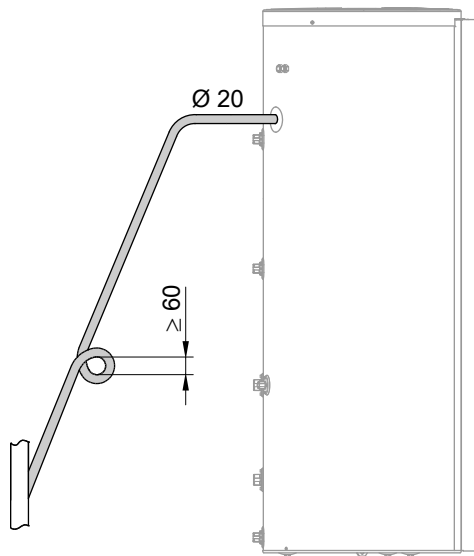

Abb. 18
- Kondenswasserschlauch als Stauschleife verlegen und mit stetigem Gefälle und Rohrbelüftung an das Abwassersystem anschließen: Siehe Abb. 18.